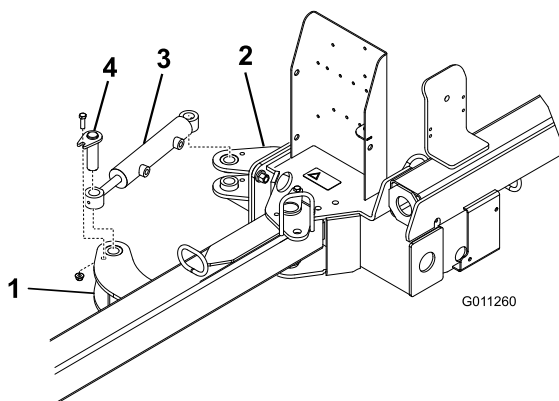

Figura 6
2. Fissate ogni estremità del cilindro idraulico a una linguetta dell'attuatore con un gruppo perno, un bullone ($\frac{3}{8}$ " x $1\frac{1}{4}$ ") e un dado flangiato ($\frac{3}{8}$ ") (Figura 6).